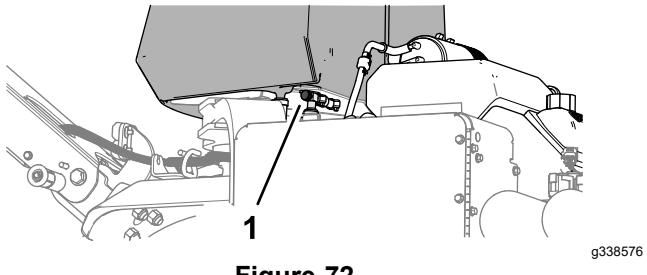

Figure 72
- Si vous transportez ou remisez la machine, fermez le robinet d'arrivée de carburant (Figure 72).